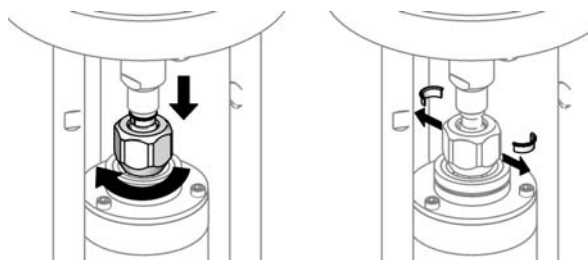

Рис. 8. Снятие соединительных колец.
4. Опустите стяжную гайку (7) и снимите соединительные кольца (5). См. Рис. 8.
5. Надавите на вал двигателя, чтобы он переместился вверх. Снимите стяжную гайку (7).
6. Воспользуйтесь зажимом, чтобы снять гайки тяговой штанги (4).
8. Поднимите пневмодвигатель, чтобы его снять. Тяговые штанги (3) останутся прикрепленными.
9. Воспользуйтесь зажимом на плоских поверхностях тяговых штанг (3), чтобы удалить их из нижней крышки пневмодвигателя.